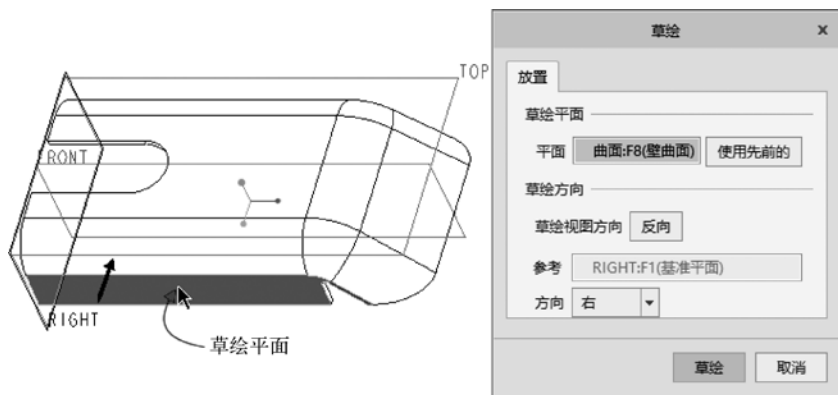
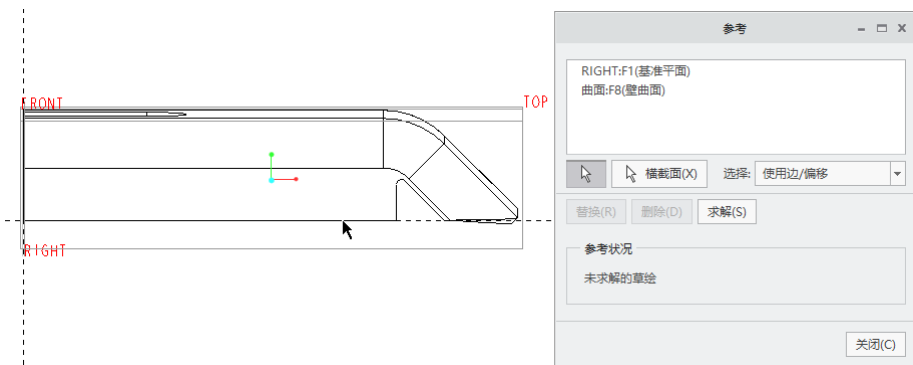

图 3-11 指定草绘平面
图 3-12 指定绘图参考
(1) 在功能区“模型”选项卡的“编辑”组中单击  (分割区域) 按钮, 打开“分割区域”选项卡。
(2) 在“分割区域”选项卡中打开“放置”面板, 从中单击“定义”按钮, 弹出“草绘”对话框, 在图形窗口中选择图 3-11 所示的钣金曲面作为草绘平面, 默认以 RIGHT 基准平面为“右”方向参考, 然后单击“草绘”按钮, 进入内部草绘器, 此时系统弹出“参考”对话框以指定绘图参考, 如图 3-12 所示, 单击“关闭”按钮关闭“参考”对话框。